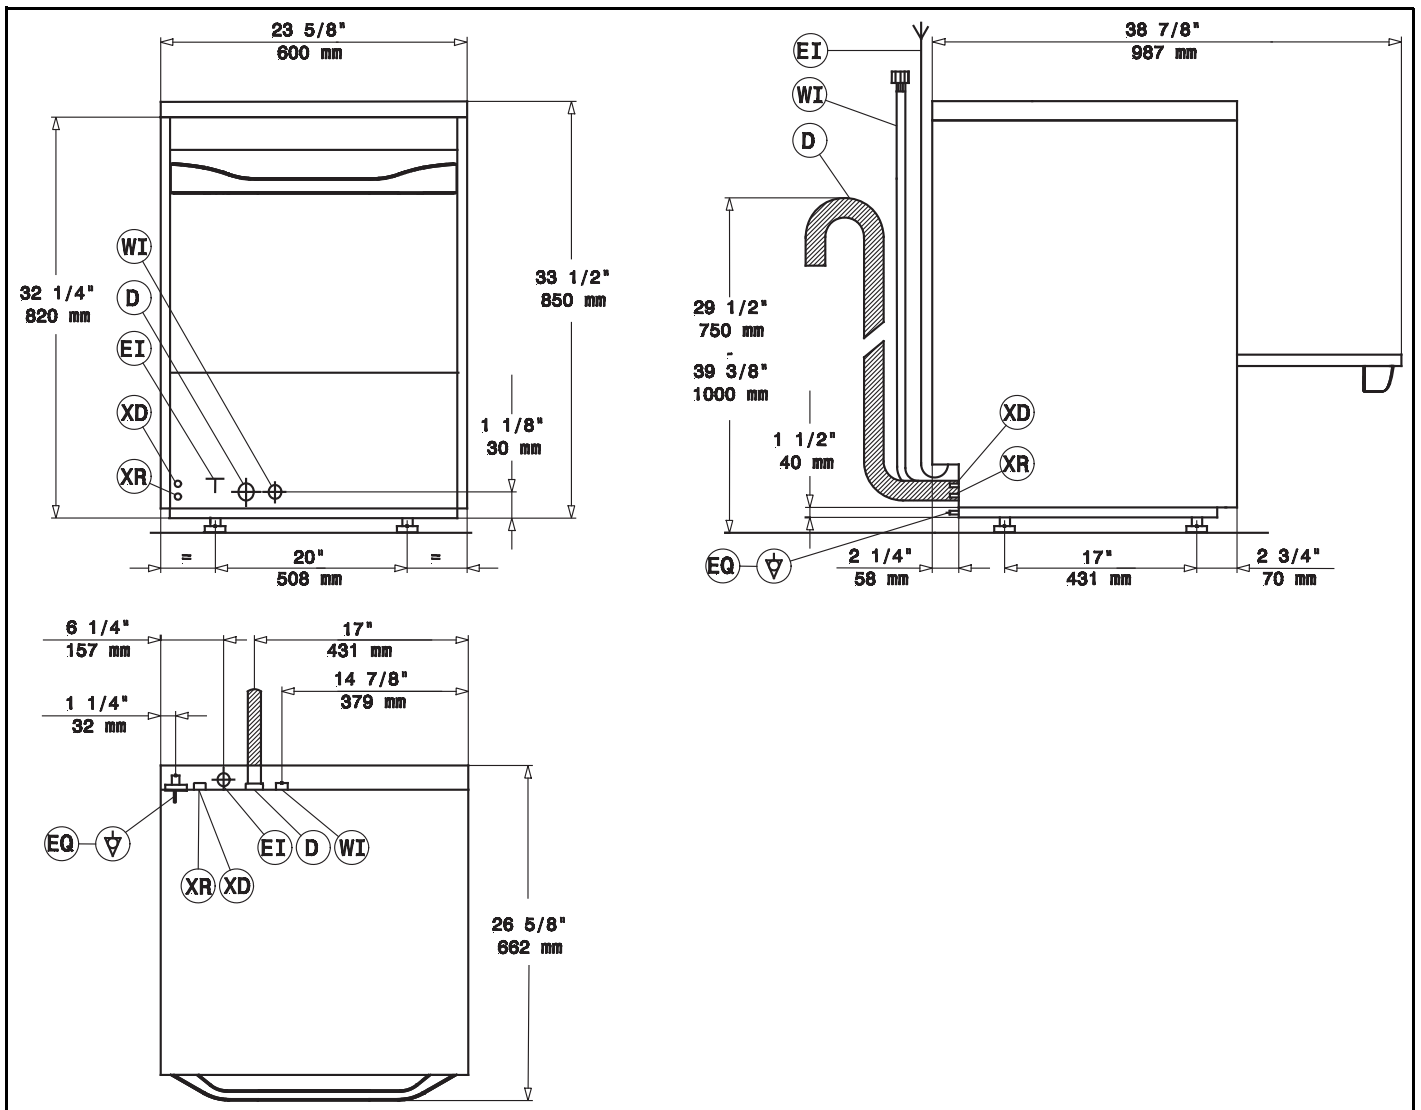
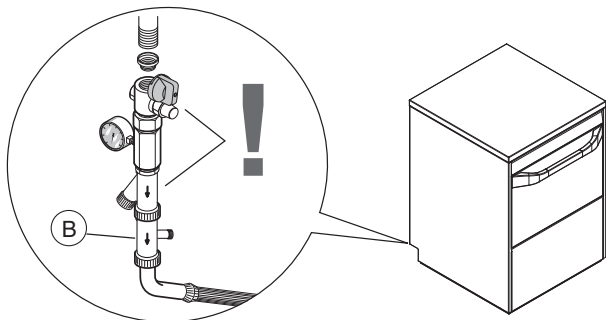

Fig. 4
Fig. 6
Légende Fig. 4
- Raccorder le tuyau d'alimentation en eau A de l'appareil (Fig. 4) au réseau hydraulique, en respectant les codes locaux de plomberie. Installer un robinet d'arrêt, un filtre et un manomètre entre l'appareil et l'alimentation en eau (Fig. 6).
- Dans les modèles avec adoucisseur incorporé, relier la double soupape anti-retour "B" (Fig. 6) fournie et le tuyau d'alimentation de la machine.
- L'appareil exige un branchement de terre sur sa vis de mise à la terre située à l'arrière et libellée " Q " (Fig. 4) dans le manuel et signalée par le symbole "⚠" sur l'appareil. La section du conducteur doit être de AWG 8/8.35 mm². Ne pas utiliser le conduit ou un autre tube pour les branchements de mise à la terre. Au besoin, indiquer à l'électricien de fournir le fil de terre.